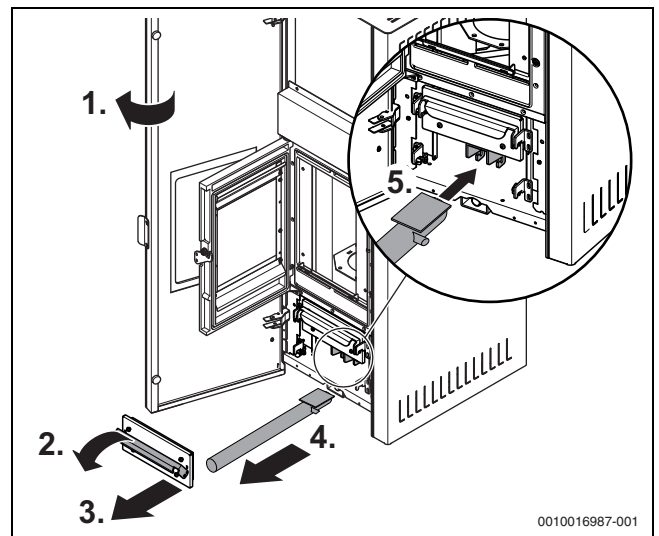

Bild 13 Turbolotoren reinigen
- ▶ Tür öffnen (→ Bild 13, 1.).
- ▶ Griff von unten fassen und nach unten klappen (→ Bild 13, 2.).
- ▶ Deckel des Abgassammlers entnehmen (→ Bild 13, 3.).
- ▶ Turbolotorenrüttelgriff herausziehen (→ Bild 13, 4.) und in die Aufnahme der Turbolotoren stecken (→ Bild 13, 5.).